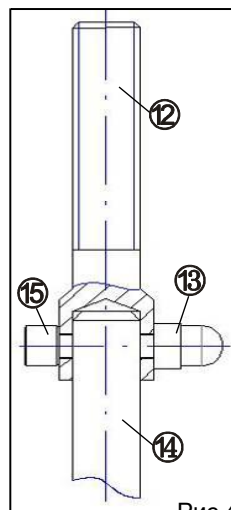

Рис.4
- д) резьбовую часть шпильки (рис.4):
- открутите гайку (13) и выньте из шпильки (14) стопорный винт (15);
- потянув, снимите изношенную резьбовую часть (12) шпильки и замените на новую из ремкомплекта (поставка по дополнительной заявке), сборка - в обратной последовательности.